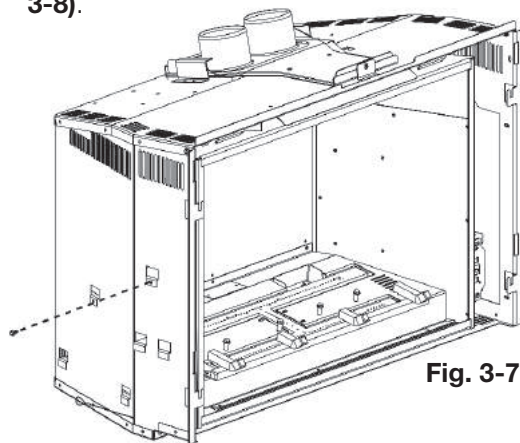
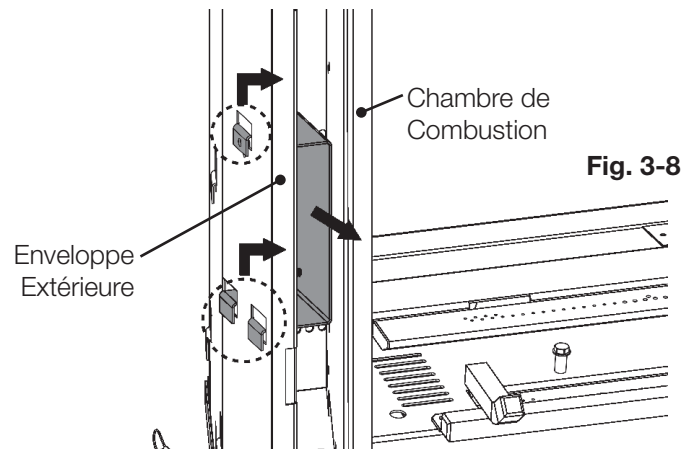

Fig. 3-7
Fig. 3-8
2. Retirez la 1 vis servant à fixer le support en place (**Fig. 3-7**). Soulevez le support et sortez-le des fentes, en le soulevant à travers l'ouverture entre le chambre de combustion et l'enveloppe extérieure de l'appareil (**Fig. 3-8**).
4. Placez le support et le récepteur à travers l'ouverture entre le chambre de combustion et l'enveloppe extérieure de l'appareil. Faites glisser le support et le récepteur dans et vers le bas des fentes (**Fig. 3-8 en sens inverse**).
5. Sécurisez la 1 vis pour fixer le support et le récepteur en place (**Fig. 3-7**).